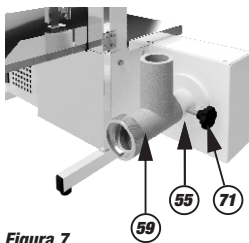

Figura 7
- Encaixe o corpo da boca (59) no mancal dianteiro (55) e aperte o manipulador 3/8" x 1.1/2" (71) conforme **figura 7**.
Componentes do equipamento que podem ser removidas para a limpeza: - Proteção da Lâmina (42 ou 43); - Lâmina (20 ou 21); - Taco da Mesa (45 ou 46), (figura 7); - Discos do Moedor (61 e 62); - Faca cruzeta (63); - Rosca sem fim e pino do caracol (66 e 68); - Bocal do moedor (59); - Prato do moedor de carne (59); - Porta Sera Fita B164C (41).
- Desmonte os componentes conforme orientações dada no item 2.3 deste manual.